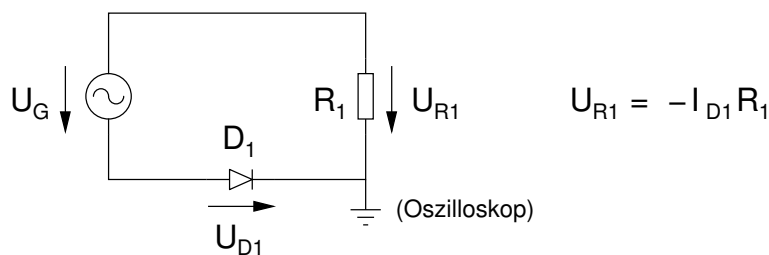

Abbildung 11: Messaufbau zur Aufnahme der Kennlinie einer Diode
Mit der in Abbildung 11 dargestellten Messanordnung soll die Kennlinie einer Diode aufgenommen werden. Aus dieser Kennlinie ist die Knickspannung zu ermitteln sowie der differentielle Widerstand an bestimmten Arbeitspunkten der Diode. Für den Messvorgang ist zu beachten, dass das Oszilloskop im X-Y-Modus betrieben werden muss und diese Messung nur durchgeführt werden kann, wenn der Ausgang des Funktionsgenerators nicht geerdet ist. Sonst würde die Diode D_1 über die Masseanschlüsse von Oszilloskop und Funktionsgenerator kurzgeschlossen werden. Um die richtige Orientierung der Kennlinie zu erreichen ist der Kanal 1 invertiert darzustellen.
1. Bauen Sie die Schaltung aus Abbildung 11 auf. ($R_1 = 100 \Omega$, $U_G = 5 \text{ Vpp}/50 \text{ Hz}$). Die zu verwendende Diode (1N4148, 1N4007, LED rot, LED gelb, LED grün) wird Ihnen vom Tutor zugewiesen.